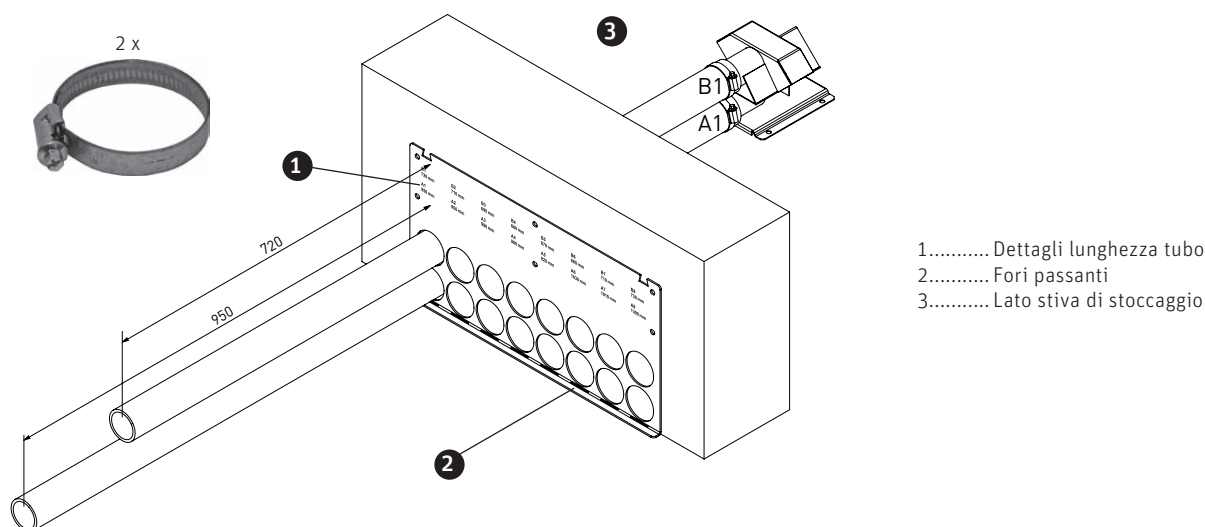

Fig. 20 Tagliare i tubi all'esterno della stiva di stoccaggio
- ▶ Inserire il tubo nel passante all'apertura "A1" e posizionarlo linearmente attraverso la camera di stoccaggio fino alla prima sonda – Fig. 20.
- ▶ Connettere il tubo alla connessione inferiore (A1) e fissarla con una clip per il tubo – Fig. 20.
- ▶ Tagliare il tubo fuori dalla stiva di stoccaggio alla lunghezza "A1" indicata sul passante tubo e mettere da parte – Fig. 20.
- ▶ Esporre il cavo di terra sull'avvolgitubo. Inserire il tubo tramite l'apertura „B1" e indirizzarlo attraverso la camera di stoccaggio fino alla prima sonda – Fig. 20.
- ▶ Connettere il tubo alla connessione superiore (B1) e fissarlo con una clip – Fig. 20.
- ▶ Tagliare il tubo fuori dalla stiva di stoccaggio alla lunghezza "B1" indicata sul passante tubo e mettere da parte – Fig. 20.